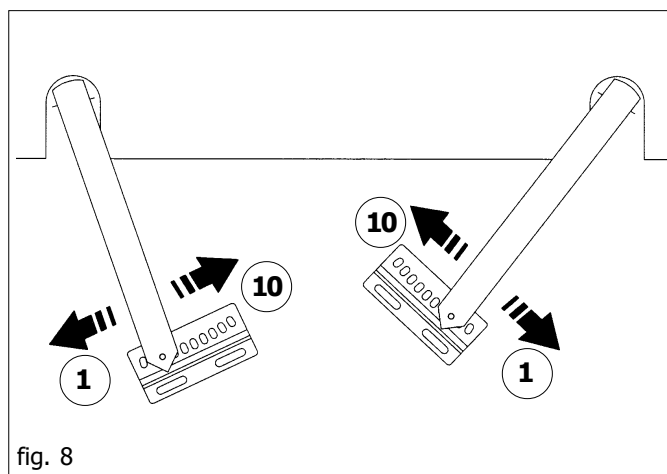
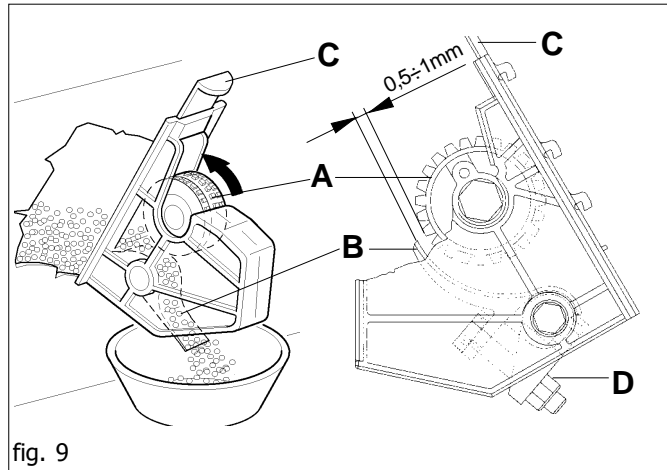
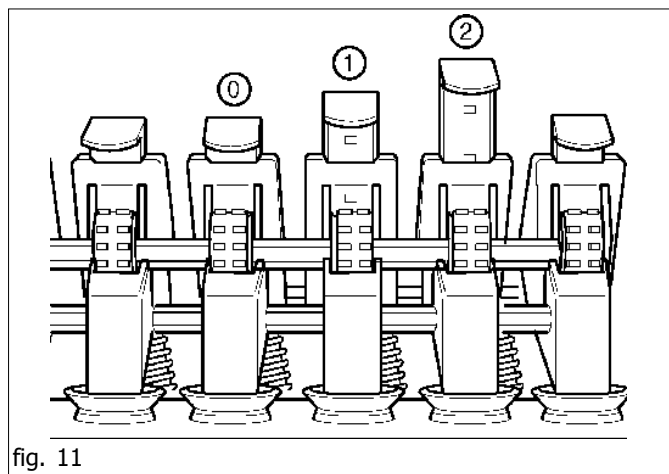

fig. 8
fig. 9
fig. 11
La leva di regolazione dei tastatori (Fig.8) è posizionata sul lato sinistro della macchina e agisce su una scala graduata da 1 a 10 posizioni. In relazione al tipo di seme utilizzato, è necessario posizionare la leva in base al numero rilevato dalla tabella di semina. I tastatori (**B** Fig. 9) correttamente posizionati assicurano una distribuzione fluida e costante dei semi.
Per ottenere una distribuzione ottimale del seme verificare periodicamente la posizione dei tastatori (**B**): la leva (Fig. 8) in posizione 1, con il dado (**D**), regolare la distanza tra il tastatore e il rullo distributore (**A**) a $0,5 \div 1$ mm (Fig.9).
In base al tipo di semente è necessario prima di iniziare la semina scegliere il tipo di rullo distributore più adatto (**A** Fig. 9).
Le lamine di chiusura bocchette (**C** Fig.9) di uscita del seme dalla tramoggia, hanno **tre posizioni di regolazione** (Fig.11):
- per grandi quantità è consigliabile utilizzare la manovella sul cambio per ruotare l'asse agitatore, controllando così la quantità in scarico sulle vaschette; per le piccole quantità da scaricare, spostare la leva del dosatore oltre la posizione 10 (Fig. 8).